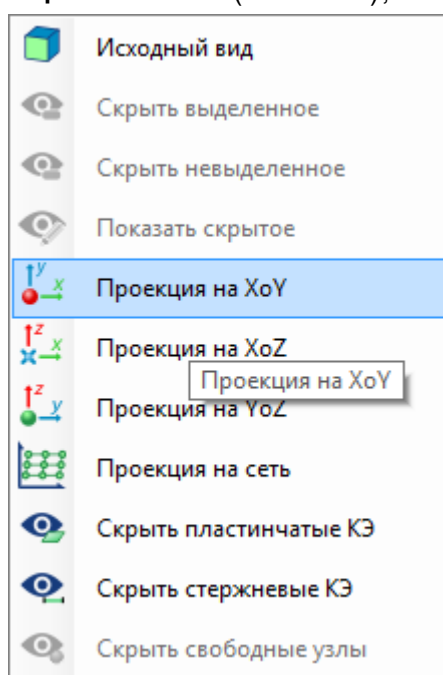

Рис. 3.8 Контекстное меню
- Нажмите правую кнопку мыши на панели визуализации расчетной схемы и выполните команду «**Проекция на ХоУ**» (Рис. 3.8);